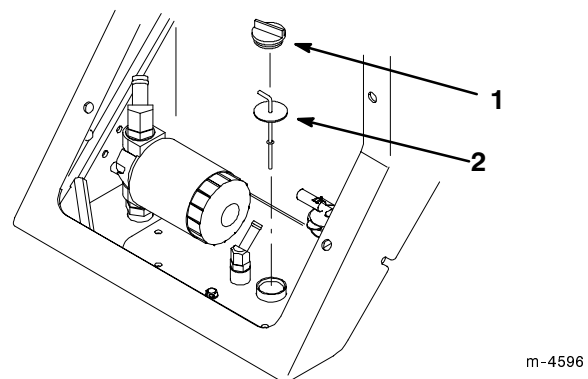

Abbildung 10
5. Den Bereich um den Einfüllstutzen des Hydrauliktanks herum reinigen (Abb. 10).
6. Den Deckel vom Einfüllstutzen abnehmen und den Flüssigkeitsstand am Peilstab kontrollieren (Abb. 10).